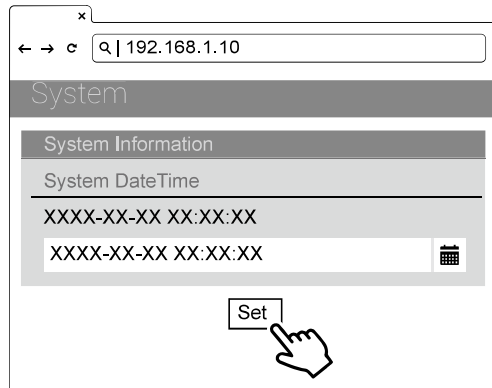

Abbildung 42. Datum/Urzeit einstellen
- 5) Wählen Sie SET und warten Sie, bis das Fenster zur Bestätigung des Abschlusses erscheint. Siehe Abbildung 42.